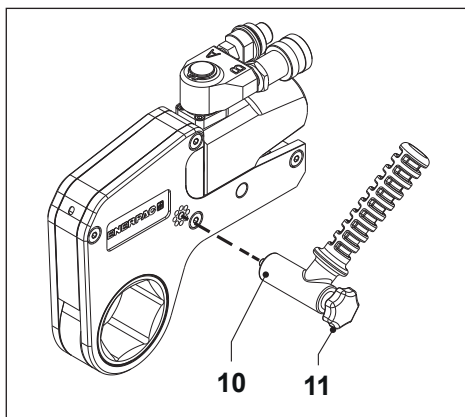

Fig. 3
3.2 Fastsättning av positioneringshandtaget (Fig. 3)
- Fäst positioneringshandtaget (10) med tumskruven (11).